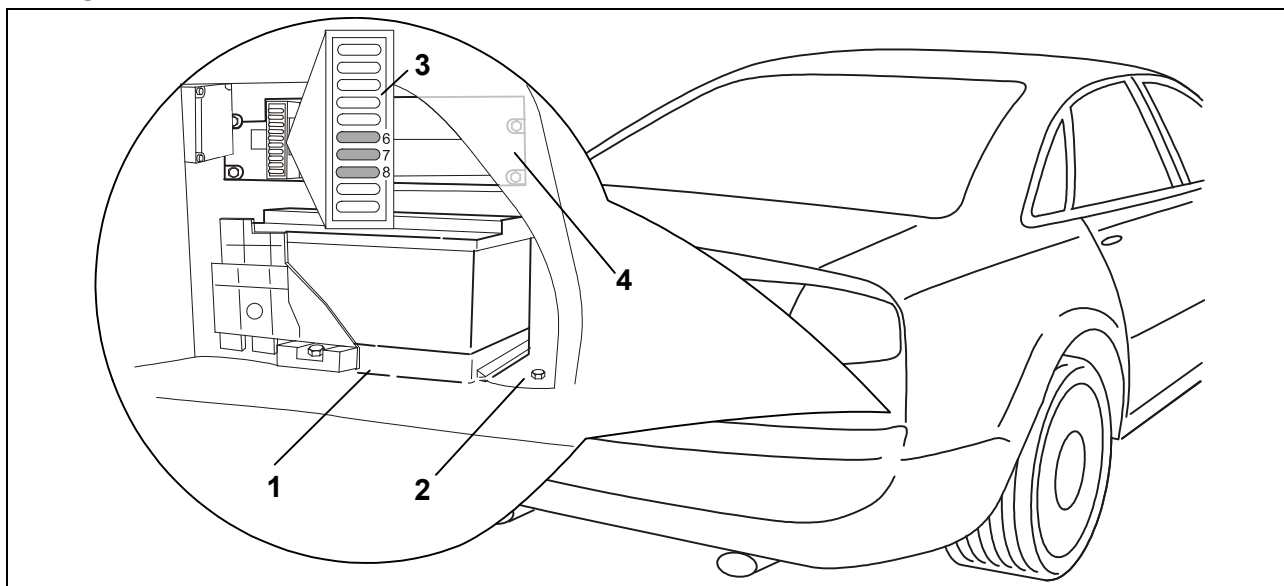

Fig. 4 : collegamento del modulo del rimorchio
12. Fissare il modulo del rimorchio nell'angolo destro del bagagliaio con due viti di fissaggio (M5x10) sotto la lamiera di supporto della batteria (Fig. 4/1).
15. Collegare i conduttori marrone e marrone/bianco alla massa del veicolo (Fig. 4/2) mediante gli occhielli.
16. Sul retro della striscia portafusibili (Fig. 4/3) sbloccare il bloccaggio rosa.
- collegare i conduttori rosso, rosso/nero e rosso/blu rispettivamente ai connettori 6, 7 e 8 a 10 poli-, 10, 11 e 12 a 12 poli della striscia portafusibili (Fig. 4/3).
- collegare i conduttori rosso, rosso/nero e rosso/blu rispettivamente ai connettori 6, 7 e 8 della striscia portafusibili (Fig. 4/3).
17. Bloccare la striscia portafusibili (Fig. 4/3).
18. Riapplicare il porta-apparecchi (Fig. 4/4) con le quattro viti di fissaggio.
25. Applicare i fusibili forniti in dotazione nei connettori 6, 7 e 8 (10, 11 e 12) della striscia portafusibili (Fig. 4/3).